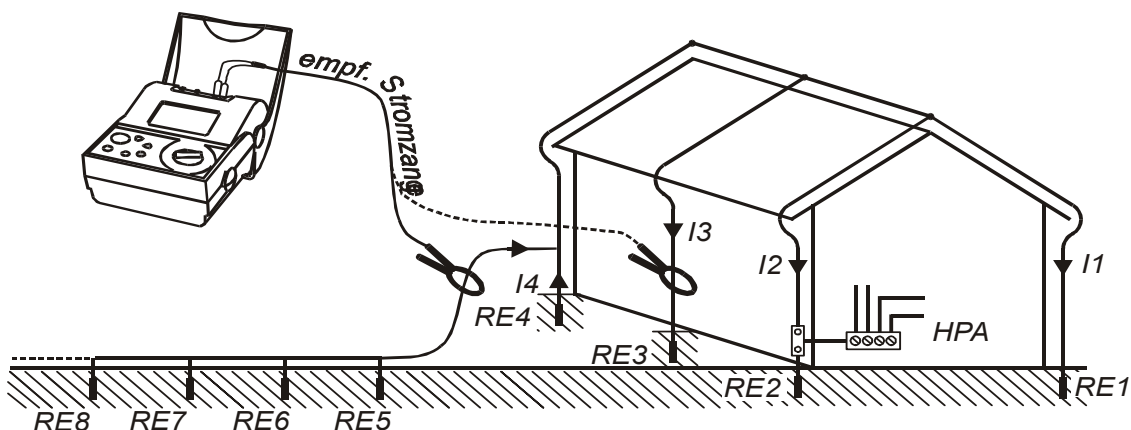

Bild 17. Messanordnung zur Suche nach vagabundierenden Strömen
- ◆ Schließen Sie einen Strom- / Strom-Wandler (1000:1) an das Prüfgerät an, wie in Bild 17 oder 18 gezeigt. Beachten Sie, dass die Zange E-Clip 1 einen Bereich von 0,5 mA bis 20 A verarbeiten kann, während die meisten anderen Zangen für Ströme zwischen 10 mA bis 20 A einsetzbar sind.